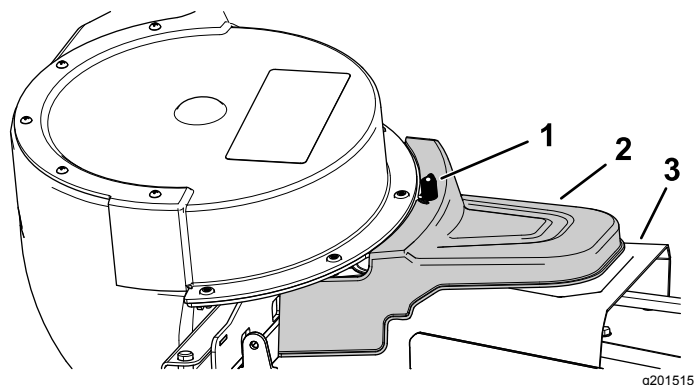

Figura 2
3. Rimuovete la manopola mostrata nella Figura 2.